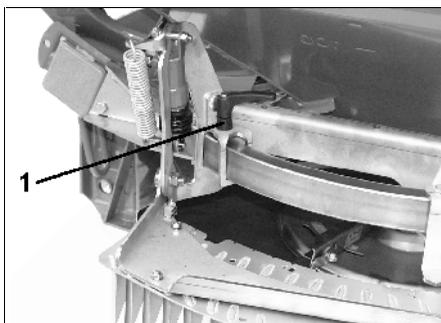

Fig. 43
- Per fare questo, allentare la galletta di serraggio (Fig. 43/1).